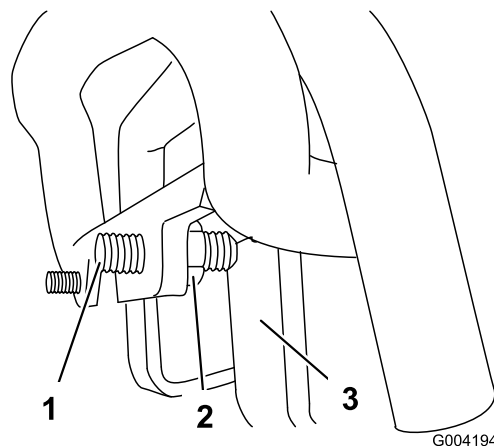

Figura 53
3. Si la unidad de tracción se desvía a la **izquierda**, afloje la contratuerca de la **derecha** y ajuste el tornillo de fijación de desplazamiento en la parte delantera del control de tracción (Figura 53).
4. Si la unidad de tracción se desvía a la **derecha**, afloje la contratuerca de la **izquierda** y ajuste el tornillo de fijación de desplazamiento en la parte delantera del control de tracción (Figura 53).